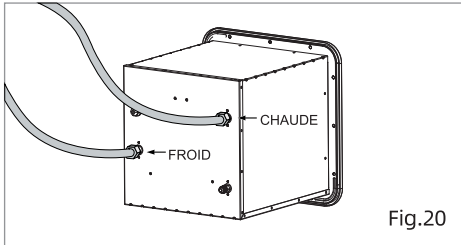

Fig.20
1. Raccordez les conduites d'eau CHAUDE et d'eau FROIDE aux raccords appropriés NPT 1/2 po. (Fig.20)